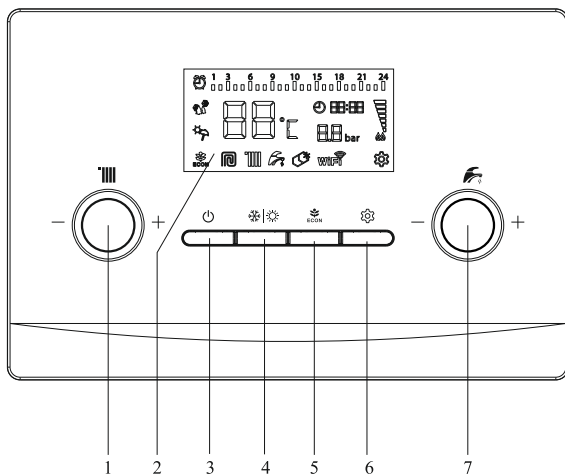

Рис. 5
3.10 Вид панели управления (рис. 5, табл. 3)